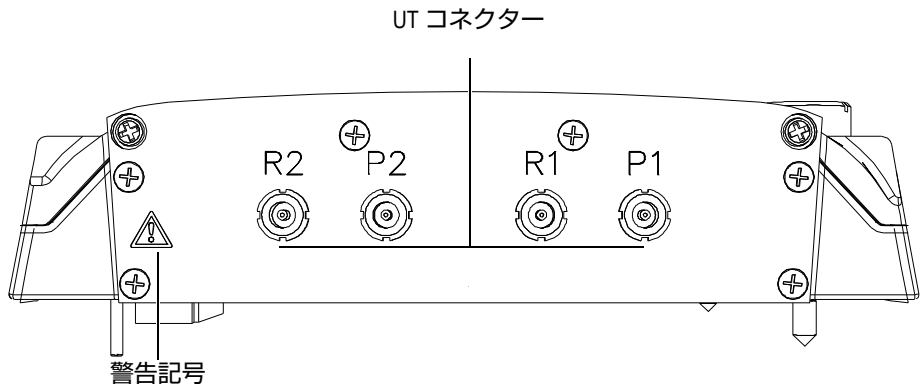

図 N-1 モジュール側面図
- 感電の恐れがあるため、LEMO コネクターの内部導体に触れないでください。UT コネクターの内部導体には、最大 340V の電圧がかかる可能性があります。LEMO コネクターの近くの警告記号は、感電の危険性の注意を促しています (197 ページの図 N-1)。